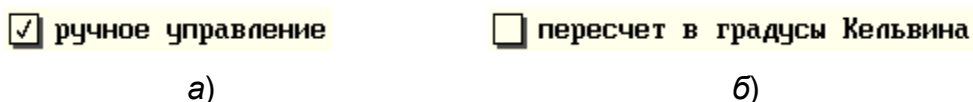

Рисунок 25 – Флажок
5.1.3 Флажок – логический элемент управления Да/Нет, позволяет включить (вариант а рисунок 25) или отключить (вариант б рисунок 25) опцию.